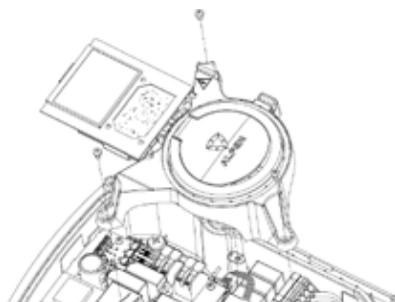

Figura 6: Rimozione della sottostruttura
8. Rimuovere la base trasparente allentando le tre viti Torx T20. Vedi Figura 6